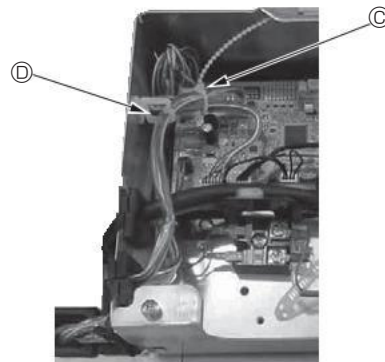
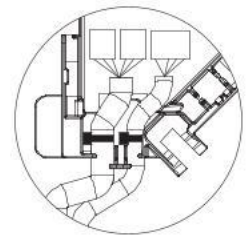

Fig. 10-14
Fig. 10-15
- i-See sensör ve sinyal alıcısı bağlantı kablolarının fazla kısımlarını şemada gösterildiği gibi elektrikli aksam kutusunda kablo kıscacına yerleştirin ve kabloları hep beraber tespit malzemesi ile tespit edin. (Fig. 10-14) i-See sensörünü sabitleyen bantın ve sinyal alıcısı bağlantı kablosunun konektör kutusu içine konumlandığından emin olun. (Fig. 10-15)